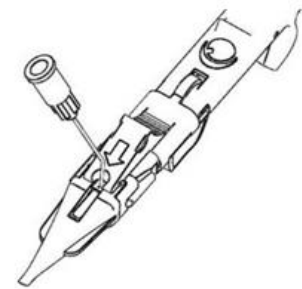

Fig. 6
8. Introduza a cânula (23G ou superior) de uma seringa cheia de material viscoelástico na pequena abertura na frente da tampa vermelha. Injete o material viscoelástico através da abertura, como mostrado na Fig. 6. Encher o bico do cartucho até a metade do mesmo, deve ser suficiente.